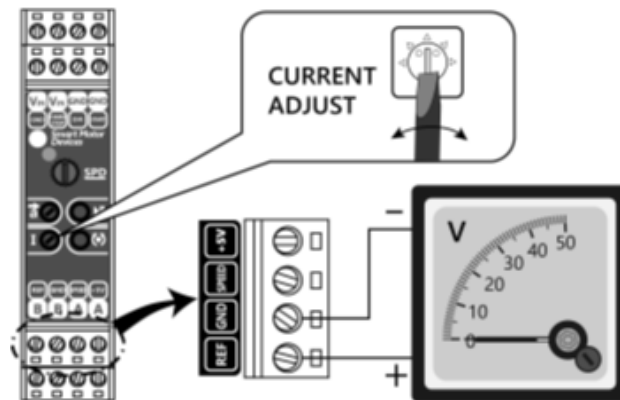

Abb. 3. Anschluss eines Voltmeters zur Einstellung der maximalen Motorstrombegrenzung
- 8) Stellen Sie mit dem Potentiometer «CURRENT ADJUST» den maximalen Motorstrom ein. Stellen Sie das Potentiometer «CURRENT ADJUST» ein und kontrollieren Sie die eingestellte Strombegrenzung mit einem Voltmeter, das an die Klemmen «GND» und «V_{ref}» angeschlossen ist (Abb.3). Die Motorstrombegrenzung kann wie folgt berechnet werden: